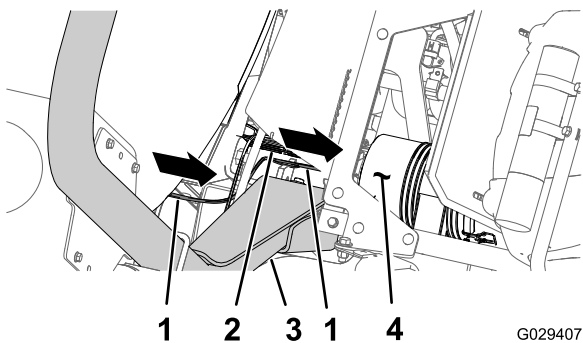
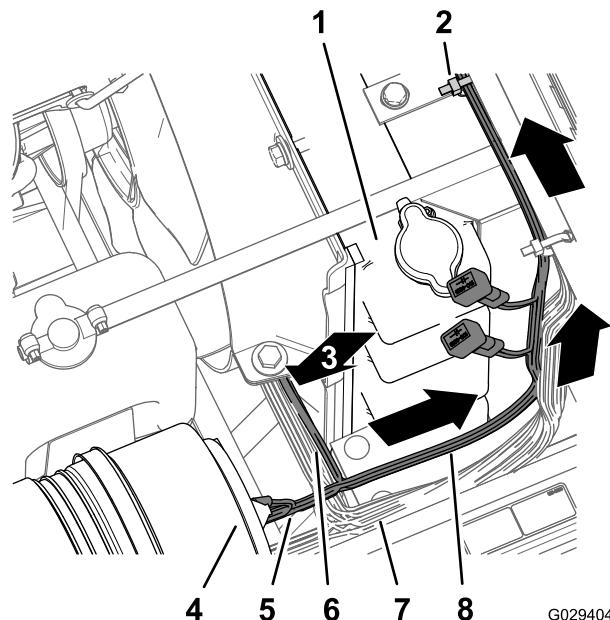

Figure 9
Figure 10
1. Acheminez le faisceau de câblage du kit de finition vers l'avant, entre la barre du ROPS et l'angle inférieur de la cuve du pulvérisateur, le long du faisceau de câblage de la machine, et sous le filtre à air du moteur (Figure 9 et Figure 10).
2. Acheminez la branche compartiment moteur de 197 cm du faisceau de câblage (avec la cosse en anneau, la borne à douille et le connecteur à 5 douilles) vers le haut le long du côté droit du radiateur, le long du sommet du radiateur et sous la base de la console centrale (Figure 10).